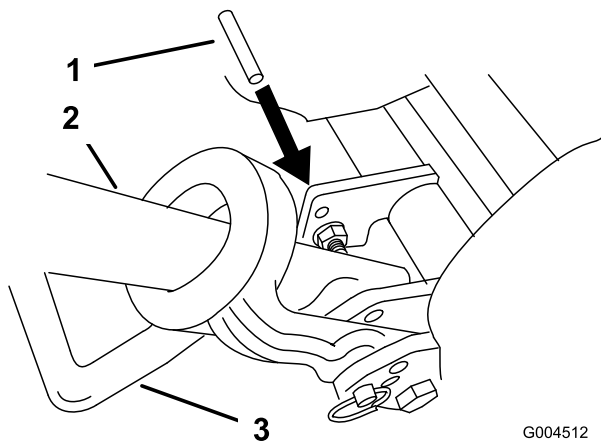

Figura 13
2. Abbassate il cavalletto e inserite un perno (o una spina) del diametro di 6,4 mm (1/4 poll.) nel foro del telaio soprastante il bullone di montaggio del cavalletto (Figura 13).